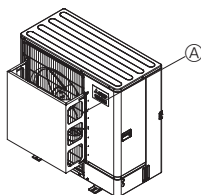

Fig. 2-3
- ② Instale uma guia de ar opcional se a unidade estiver instalada num local sujeito a fortes ventos, que podem entrar directamente na saída de ar. (Fig. 2-3)